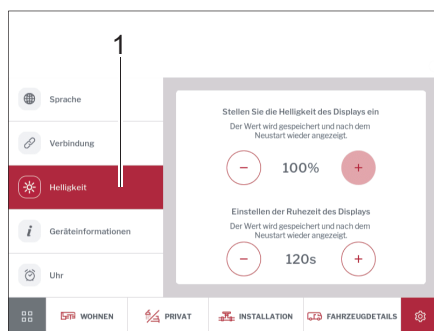

Fig. 293 Brillo
- Tocar en la opción *Brillo* (Fig. 293,1).